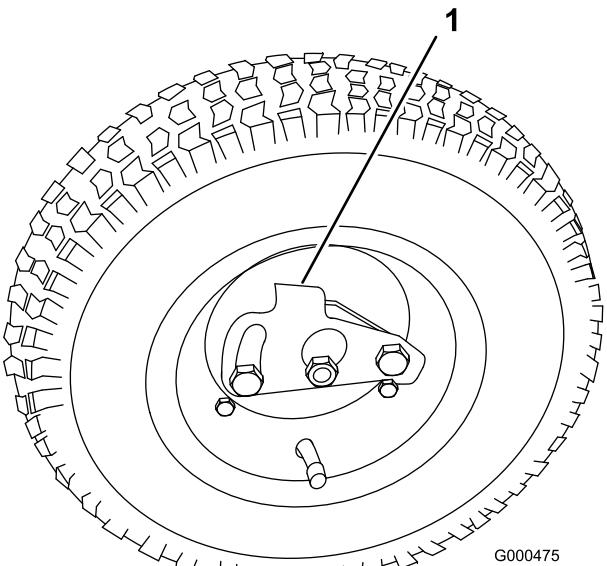

図 14
2. 車輪についているロック・クリップが車軸に掛かるようにして車輪を車軸に通す(図 14)。